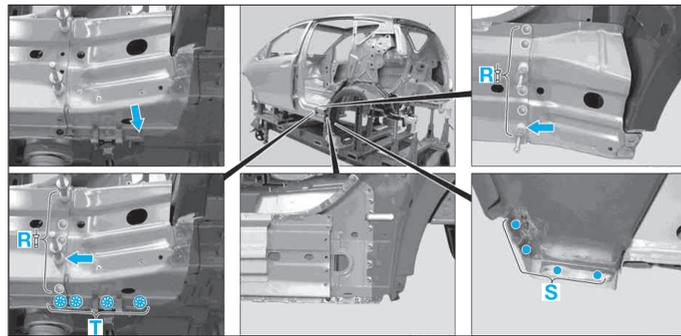

FIG. 144
- Souder la partie extérieure du passage de roue arrière dans les zones (N) et (O).
- Égaliser la soudure réalisée à l'arc sous protection gazeuse, zone (O).
- Appliquer la bride (1) de la partie extérieure du passage de roue arrière.
- Riveter la partie extérieure de la partie arrière du longeron (rivet Polygrip à tête plate, tête ronde de Ø 6,4 x 14 mm) dans la zone (R) (Fig.144).